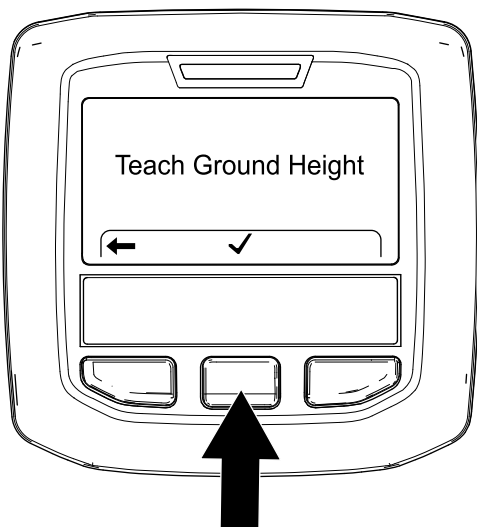

Figure 66
4. Dans l'écran Teach Ground Height (Figure 66), appuyez sur le bouton central de l'InfoCenter.